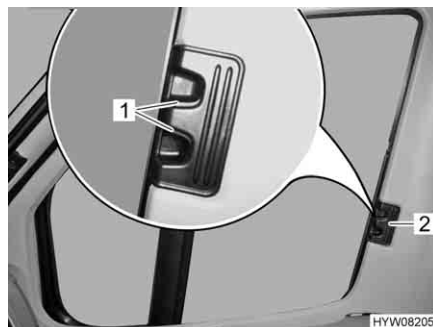

Fig. 18 Tendina oscurante pieghevole per il finestrino del conducente/passeggero
- Premere le maniglie di sbloccaggio (Fig. 18,1) e mantenerle premute.
- Con la levetta (Fig. 18,2) tirare le tendine oscuranti pieghevoli per il finestrino del guidatore e del passeggero verso l'altro lato della finestra e congiungerle alle strisce magnetiche.
- Inserire fino all'arresto le tendine oscuranti pieghevoli per il finestrino del guidatore e del passeggero per la maniglia (Fig. 18,2).
- Rilasciare le maniglie di sbloccaggio (Fig. 18,1) e mantenerle innestate.